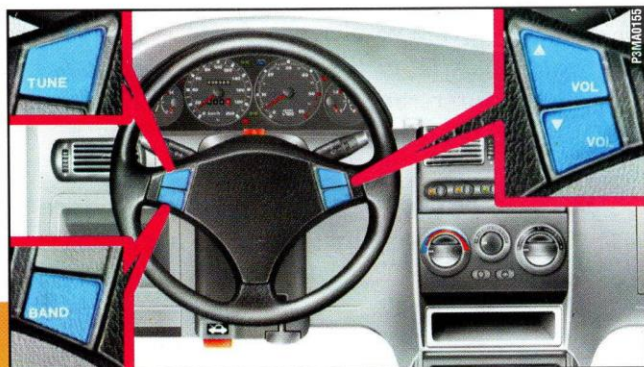
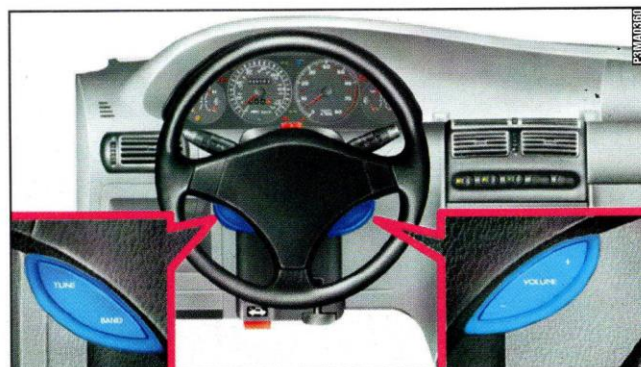

fig. 86
fig. 87
- Comandi radio su volante (ove previsti) **fig. 86** e **fig. 87**.